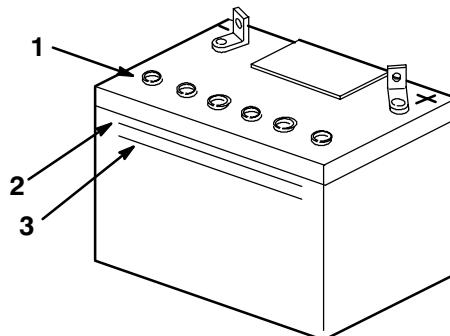

Bild 19
- Sehen Sie sich die Seite der Batterie an. Der Füllstand muss bis zur oberen Linie reichen (Bild 19). Der Säurestand darf nicht unter die untere Linie fallen (Bild 19).
3. Entfernen Sie die Entlüftungsdeckel von der Batterie (Bild 19).
4. Gießen Sie langsam destilliertes Wasser in jede Batteriezelle, bis der Säurestand die obere Linie (Bild 19) am Batteriegehäuse erreicht.
5. Warten Sie nach dem Füllen der Batteriezellen fünf bis zehn Minuten. Gießen Sie bei Bedarf langsam destilliertes Wasser in jede Batteriezelle, bis der Säurestand die obere Linie (Bild 19) am Batteriegehäuse erreicht.